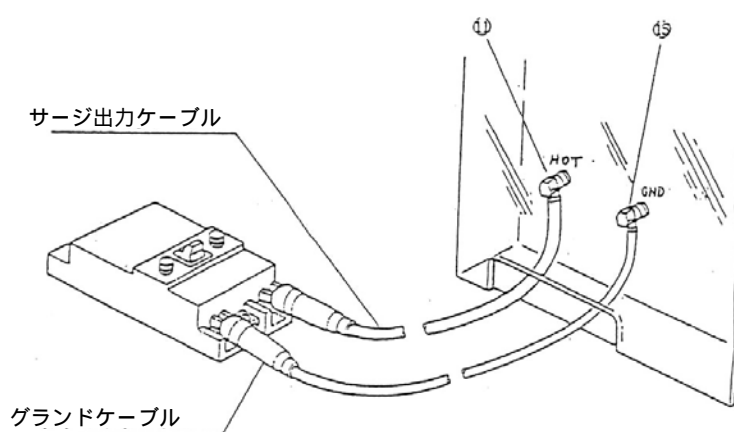

図 8
8. 供試体と **HOT 端子**、**GND 端子** を添付ケーブルで図 8 のように接続します。